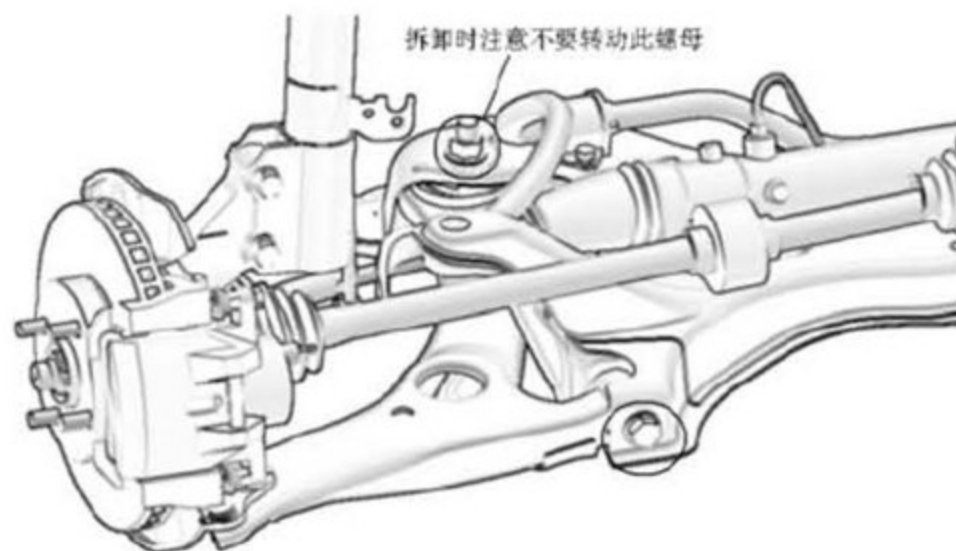

图 1-15
③ 拆下 2 个螺栓和螺母，拆下前悬下摆臂总成，如图 1-15 所示。注意不要转动螺母，螺母为锁紧螺母，转动螺母会使其损坏。